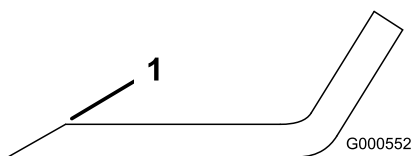

Figura 77
1. Affilate i taglienti da entrambe le estremità della lama con una lima (Figura 77).
Nota: Se la lama non è bilanciata, limate del metallo soltanto dalla costa (Figura 77).